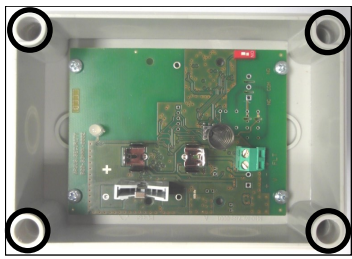

Figura 3 - Fori di entrata delle viti per il fissaggio a parete
- 2) Installare e fissare la scatola del dispositivo nella posizione selezionata utilizzando le viti in dotazione e l'indicazione dei rispettivi fori di alloggiamento (figura 3).